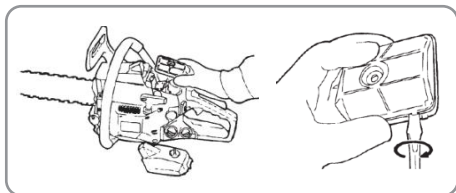

Abb. 14
- Trennen Sie die beiden Teile des Filters mit einem Schraubendreher (Abb. 14).